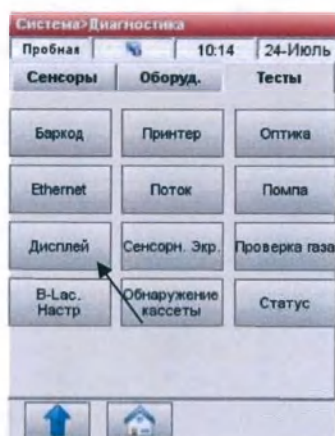

Рис.8-29 Тест дисплея
- Нажмите **<Дисплей>**, чтобы начать тестирование (Рис.8-29).